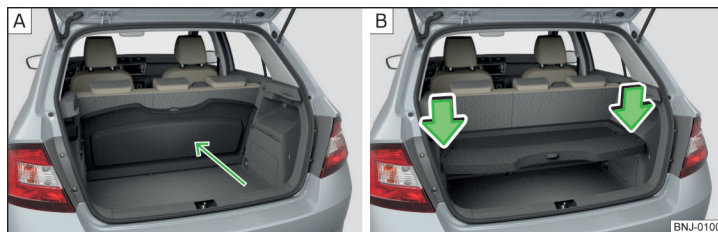

Bild 101 Bagagerumsskydd: bakom baksätena/stuvat i den nedersta positionen
För transport av skrymmande gods kan skyddet tas ut och förvaras i två positioner » bild 101 på sidan 84.
Bagagerumsskyddet kan stuvras i följande positioner: » bild 101
- Tryck på ovansidan av skyddet i pilens riktning » bild 101 - **B**.